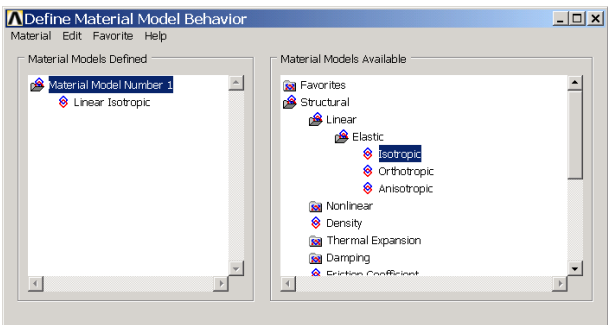
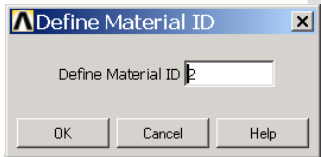

图4.19 材料参数定义表
图4.20 定义材料ID
(7) 接着单击【OK】按钮，返回【Define Material Model Behavior】对话框，如图 4.19 所示。左侧的列表框中已经出现了【Linear Isotropic】，表示已经定义了一种各项同性线弹性材料。
说明：用户还可以在图 4.19 所示对话框中单击左上角的菜单【Material】|【New model...】，定义新的材料参数，单击后将弹出如图 4.20 所示的对话框，在【Define Material ID】文本框中输入材料 ID 号（程序会自动编号，用户也可以自己定义），单击【OK】按钮，重复以上步骤进行定义。